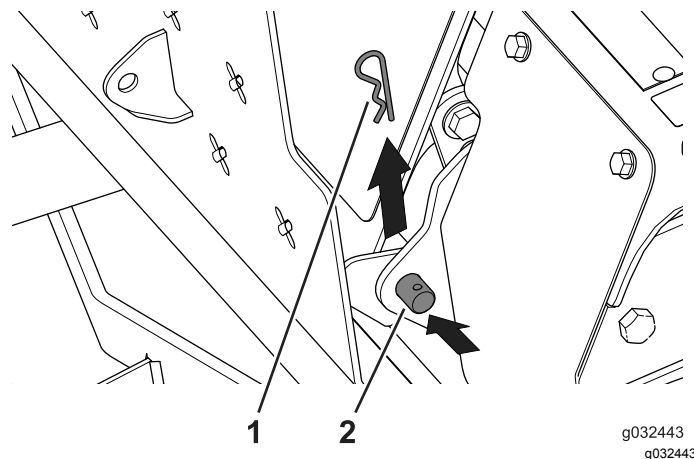

Figura 51
3. Retire las 2 chavetas de los pasadores de giro que conectan la plataforma del operador al soporte de giro (Figura 51).
4. Solicite la ayuda de otra persona para retirar los pasadores de giro y la plataforma del operador (Figura 51).